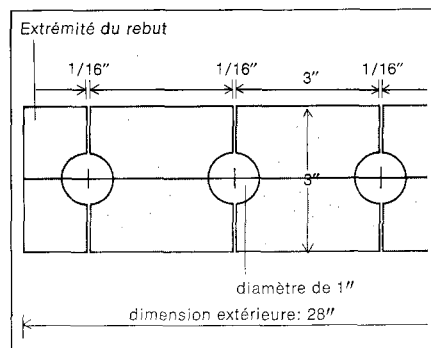

Fig. 2. Tracez le devant des boîtes sur une feuille de contre-plaqué.
Tracez sur une feuille de contre-plaqué les devants de boîtes (1) espacés de  $1/16''$  pour les traits de scie (Fig. 2). Perforez des trous de  $1''$  de diam. au centre de chaque ligne. Découpez et rabotez les devants, les côtés (2) et le fond (3) des boîtes. Assemblez-les en fixant les côtés à  $1/2''$  du bord des fonds. Collez et clouez les devants et les fonds aux côtés. Découpez les couvercles dans une plaque de liège ou de contre-plaqué. Découpez le fond des couvercles (4) aux dimensions des boîtes, puis le dessus (5) et collez-les ensemble. Laissez sécher. Posez en place et poncez le bord des couvercles jusqu'au ras des boîtes.